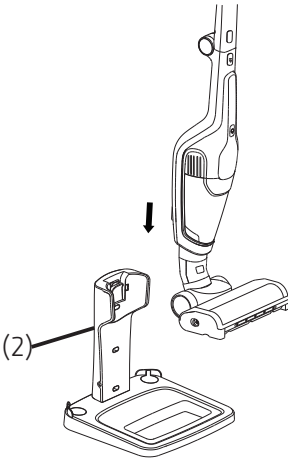
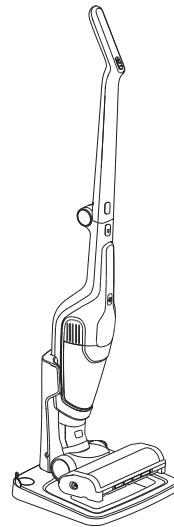

Fig. 5-2a
Fig. 5-2b
3. Løft apparatet, og sett det på laderen slik at kontakten på kroppen (1) dekker laderstativet (2) (Fig. 5-2a). Da lyser ladeindikatoren, og apparatet begynner å lade. Alle ladeindikatorene lyser i omtrent ett minutt, og de slukkes når ladingen er ferdig. (se Fig. 5-2b)